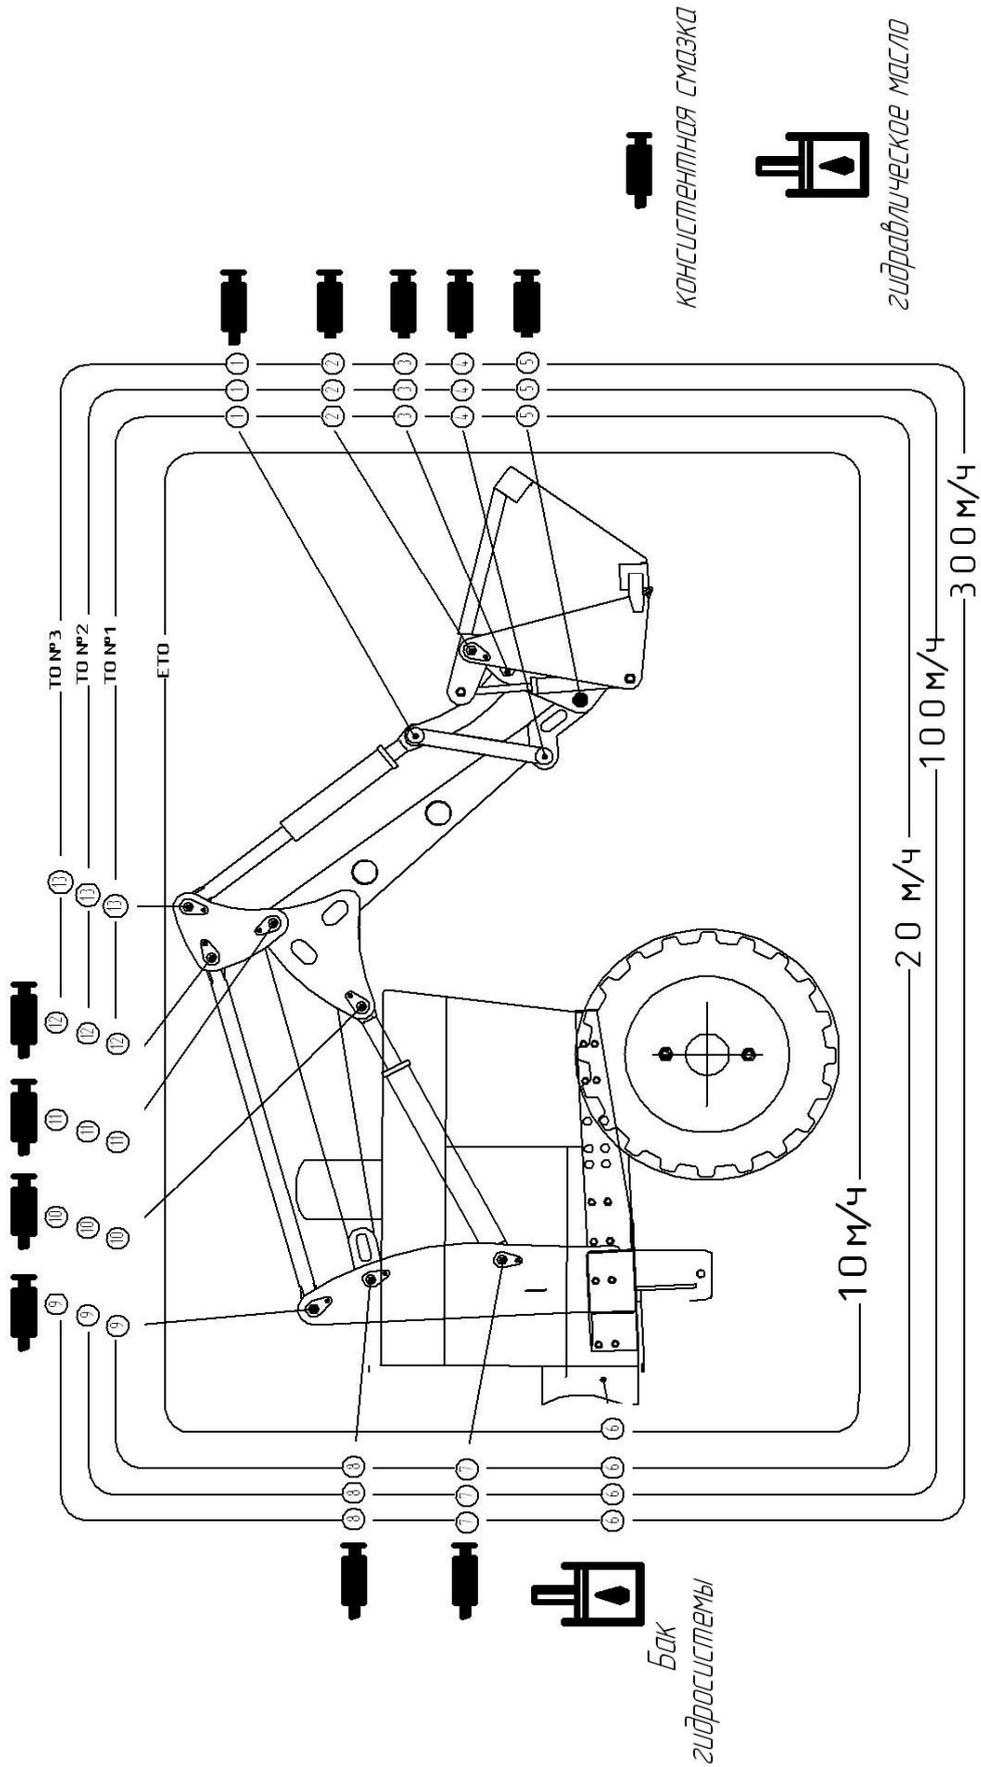

**Рис.6 Пломбирование гидрораспределителя
- нарушения или отсутствия пломбировки гидрораспределителя экскаваторного оборудования (места установки пломб – см. рис.6 и 7), пломбирование производится пластмассовыми или свинцовыми пломбами с клеймом предприятия-изготовителя;